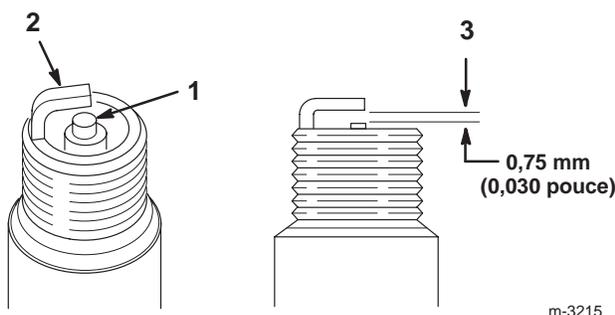

Figure 35
1. Inspectez le centre des bougies (Fig. 35).
3. Contrôlez l'écartement entre les électrodes centrale et latérale et pliez l'électrode latérale si l'écartement est incorrect (Fig. 35).